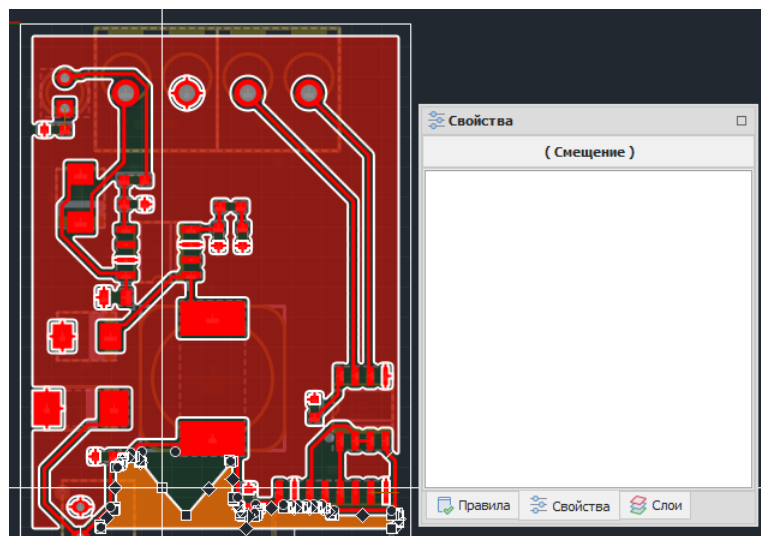

Рис. 418 Изменение геометрии островка металлизации
3. Изменить геометрию островка перемещая точки трансформации, см. Рис. 418.